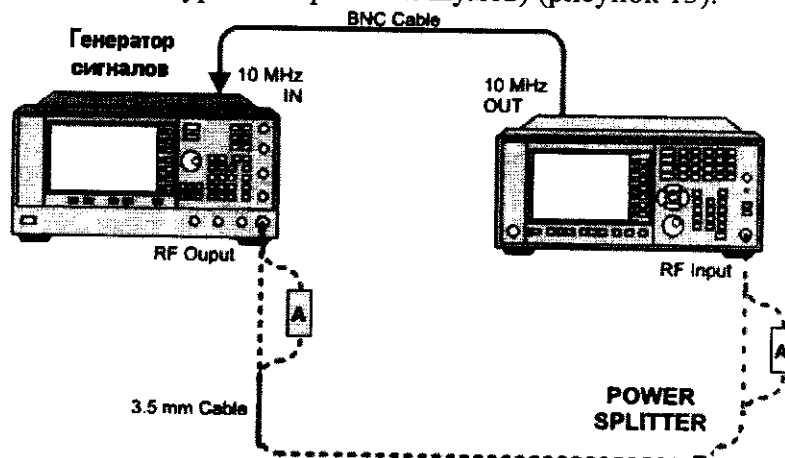

Рисунок 13
7.3.3.1 Измерение фазового шума проводят с помощью генератора E8257D (с опцией UNY и включенным пониженным уровнем фазовых шумов) (рисунок 13).